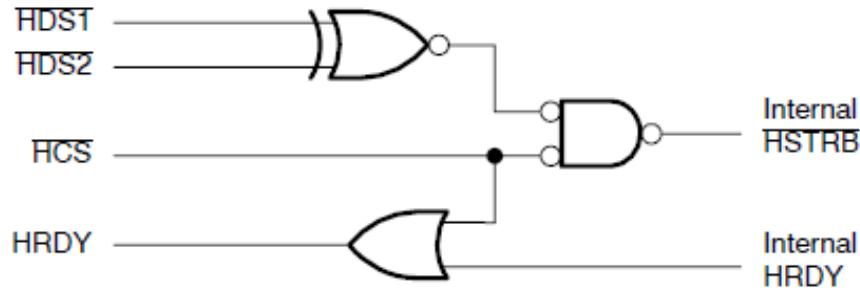

图 2 HSTROBE 信号产生逻辑
- HCS, HDS1/2：这三个信号根据图 2 的逻辑产生内部 HSTROBE 信号，其逻辑关系是要求 HDS1 和 HDS2 信号相反，HCS 低有效。HSTROB 下降沿的时间点反应的是三个信号中最后跳变的信号。HPI 在 HSTROB 的下降沿采样控制信号 HR/W, HCNTRL0/1, HWIL 以判断主机要对哪个寄存器进行读，或者写操作命令。